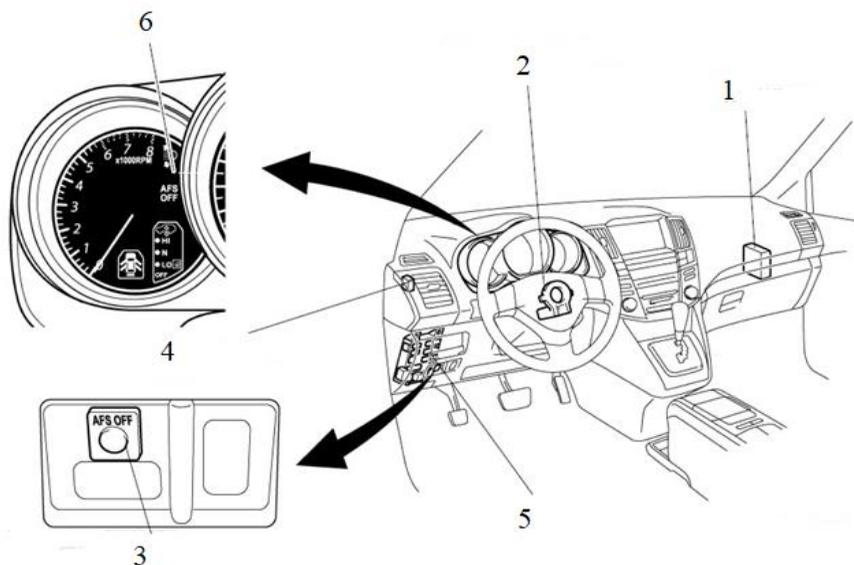

Рис. 5. Датчики поворот фар
- Датчики(рис.5), предназначенные для считывания, обработки и передачи информации об объектах материального мира к фарам
На (рис.5) у нас показано с помощью каких узлов происходит поворот фар: ЭБУ двигателя 1 и ЭБУ кузова 5 подает сигнал на датчик угла поворота рулевого колеса 2, зачёт чего и происходит поворот фар. Если вы хотите отключить поворот фар, вам нужно нажать на выключатель системы 3 и на панели «выскочит», что вы отключили систему, так как показано на 6.